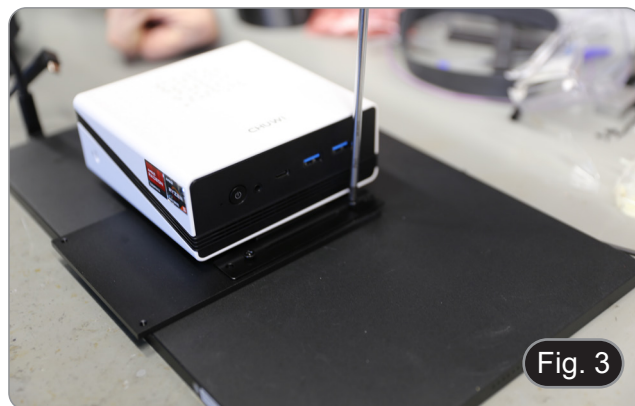

Fig. 3
1. Utilizzando le viti di fissaggio in dotazione, fissare il mini PC sul retro del monitor. (Fig. 3)